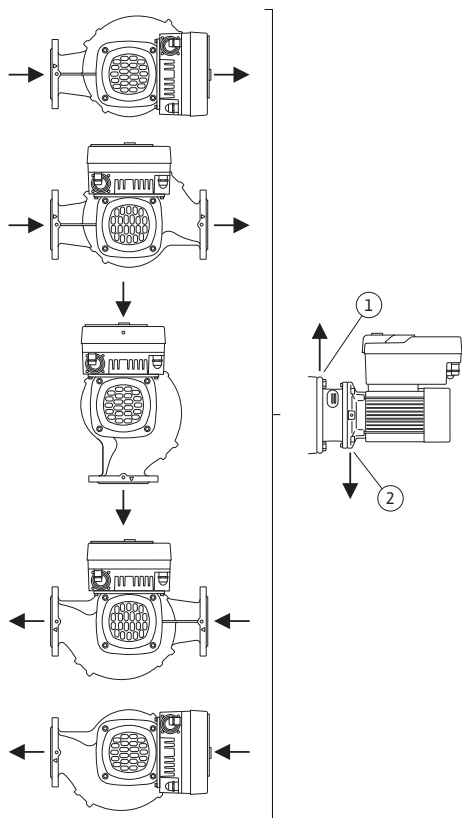

Fig. 21: Positions de montage autorisées avec arbre horizontal
- Pour un arbre de moteur horizontal, l'orifice d'évacuation des condensats doit obligatoirement être orienté vers le bas (Fig. 21, pos. 2). Le cas échéant, le moteur doit être tourné.